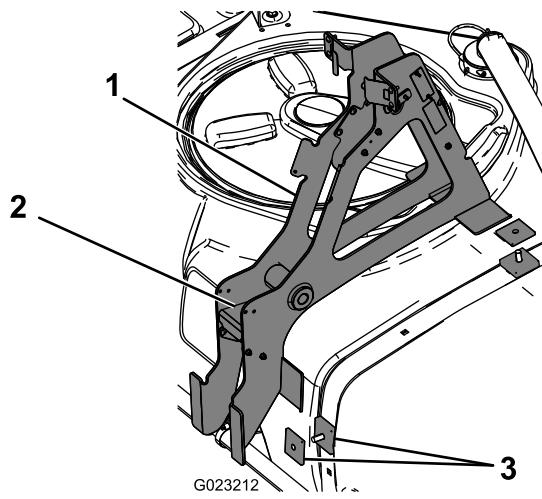

Figura 3
6. Retire e guarde os 4 parafusos e porcas que prendem a placa guia ao conjunto da estrutura de suporte principal (Figura 3).
7. Instale a estrutura de suporte principal sobre os espaçadores quadrados e parafusos de carroçaria como se mostra na Figura 3.
5. Monte os 2 espaçadores quadrados sobre os parafusos de carroçaria previamente instalados (Figura 3).